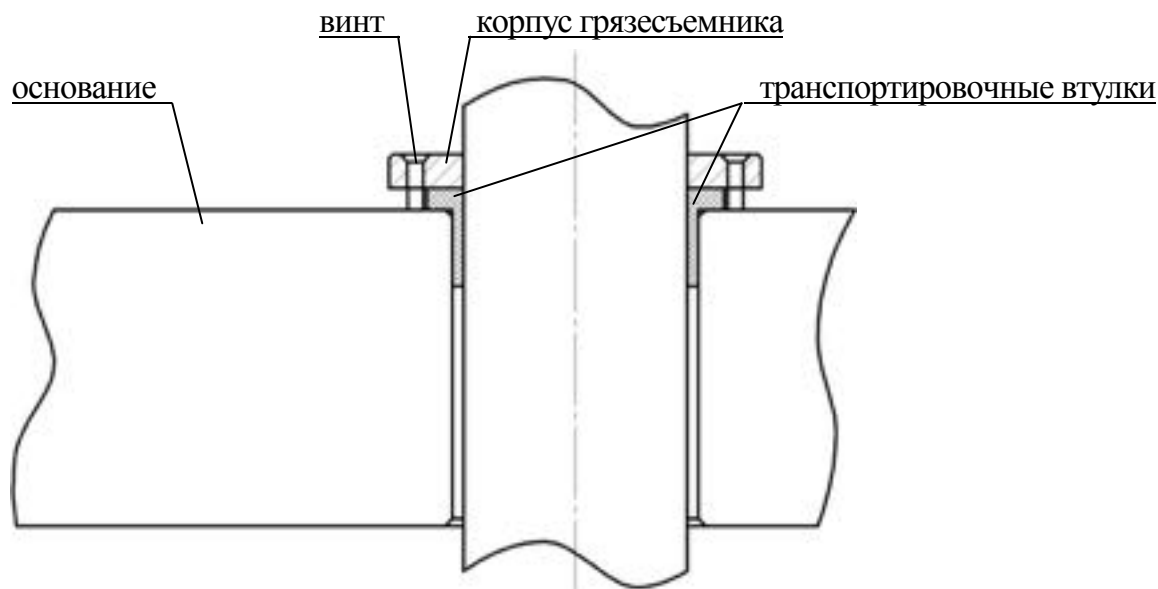

Рисунок 4 – Грязесъемник с установленной транспортировочной втулкой
2.3.4 Отвернуть винты крепления корпусов грязесъемников, после чего, последовательно приподняв каждый корпус, удалить из-под них транспортировочные втулки (см. рис. 4). Опустить корпуса грязесъемников на место и притянуть их винтами к основанию.